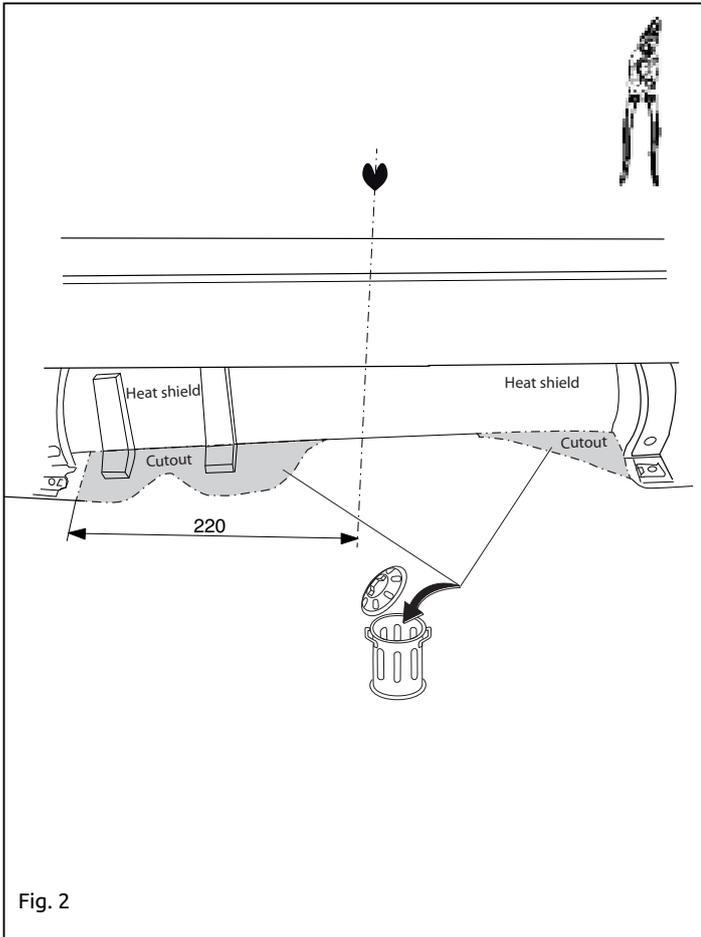

Fig. 2
5. Wypłować część z płyty żaroodpornej patrz rys.2.
5. Выпилить часть из теплозащитного экрана, как указано на рис. 2.